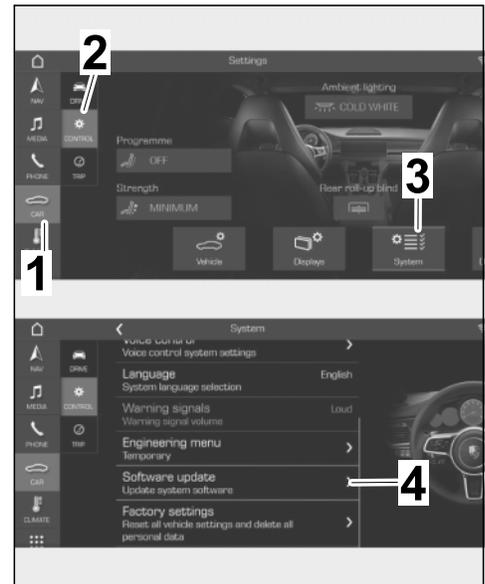

Figure 3
– CAR ⇒ CONTROL ⇒ System ⇒ Software update (⇒ *Figure 3*)